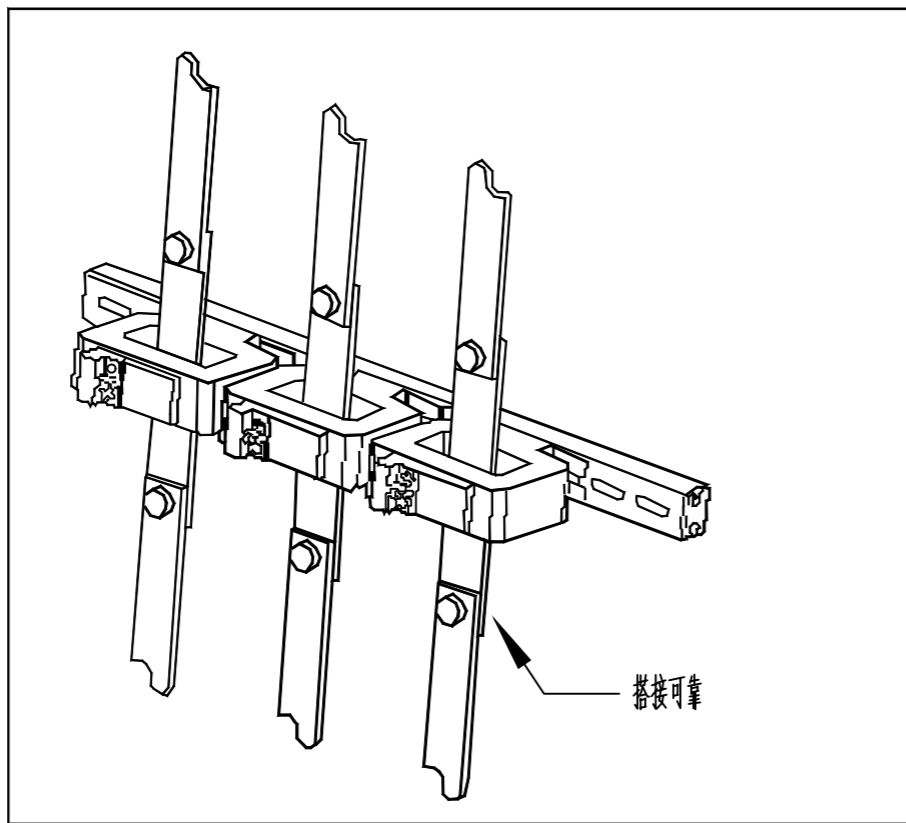

图1 低压穿心式电流互感器安装图
- 5、母排式电流互感器专用支架固定在母排上，穿心式电流互感器应用螺栓安装在固定底板上，穿心导线宜采用搭接式安装，如图1所示，导线搭接应满足GB 50149-2010相关要求，安装底板应满足Q/GDW 572中相应互感器外形尺寸的配合要求，不得使用扎带、导线等材料缠绕、悬挂互感器；